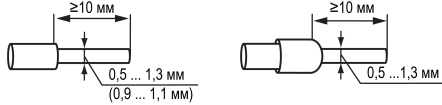

Рисунок 5.1 – Характеристики кабелей
- Многожильные медные кабели, концы которых перед подключением следует тщательно зачистить и облудить. Диаметр многожильного кабеля после лужения 0,9 мм (17 жил, AWG 22) или 1,1 мм (21 жила, AWG 20), длина лужения не менее 10 мм (см. рисунок 5.1).
- Кабельные наконечники (входят в комплект поставки), с длиной коннекторов не менее 10 мм (см. рисунок 5.1).